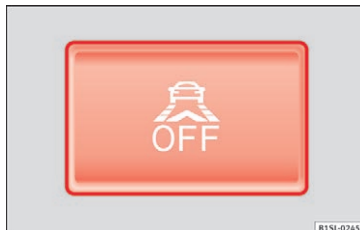

Fig. 155 I den nederste del af midterkonsollen: knap til City Safety Assist
City Safety Assist er blevet aktiveret via knappen  » Fig. 155.	Kontrollampen slukker automatisk efter 5 sek.
Inden for funktionsområdet på 5-30 km/h (3-19 mph): City Safety Assist er blevet deaktiveret via knappen  » Fig. 155.	Aktiver City Safety Assist via knappen  » Fig. 155.
- Tryk på knappen »» **Fig. 155** i midterkonsollen.